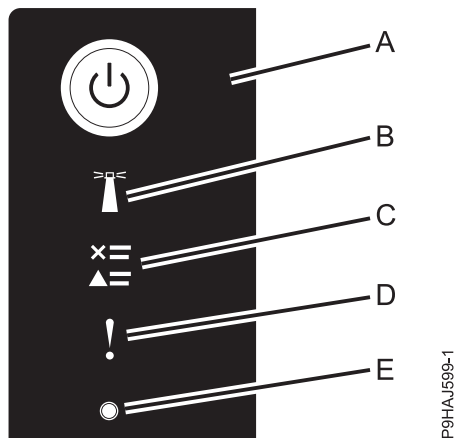

Figura 7. LED de tauler de control
3. Premeu el botó d'encesa (**A**) al panell de control, tal com es mostra a la Figura 7 a la pàgina 12.